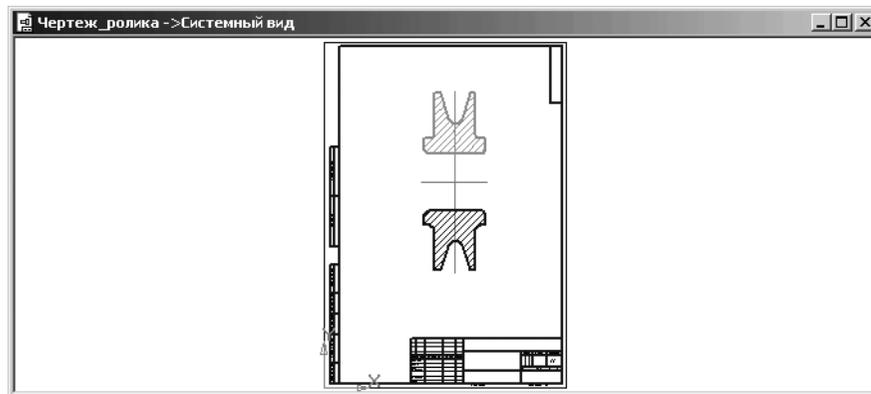

Рис. 4.43. Симметричное отображение верхней половины ролика
- щелкните по кнопке  – Прервать команду на Специальной панели управления, а затем в области чертежа для снятия выделения. Это состояние системы показано на рис. 4.43.